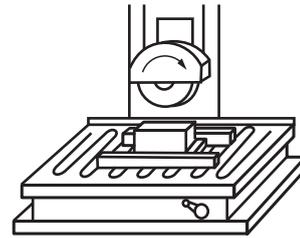

Fig. 5
- a) Sujete la pieza en el plato magnético. (Fig. 5)